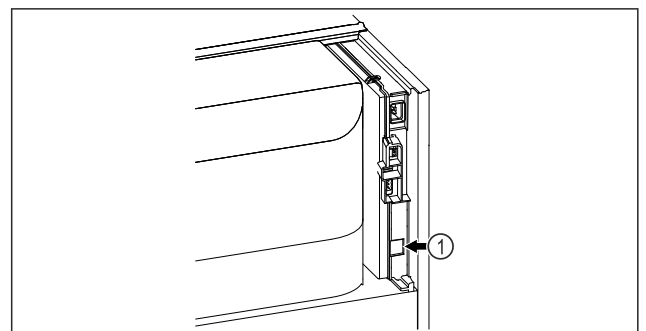

Fig. 109
- Използва се SmartModule Fig. 109 (1).